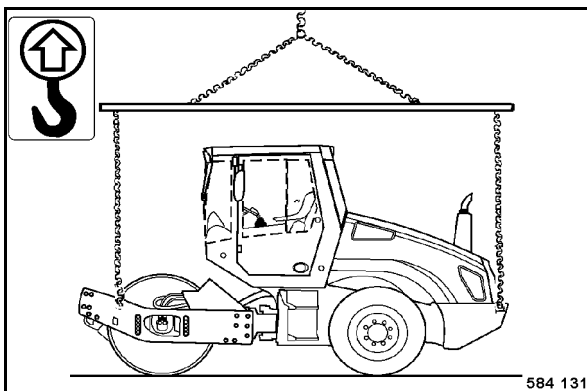

fig. 117
- Utiliser les quatre anneaux de levage (fig. 117) ainsi qu'un dispositif approprié pour le levage de la machine.